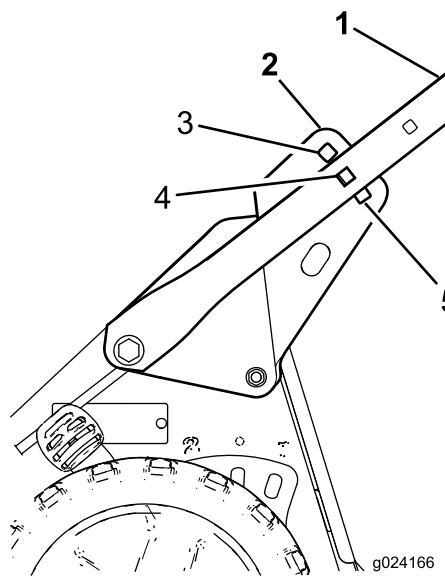

Figura 5
- Sítuese detrás de la máquina en la posición normal de trabajo para determinar la altura del manillar que le sea más cómoda (Figura 5).